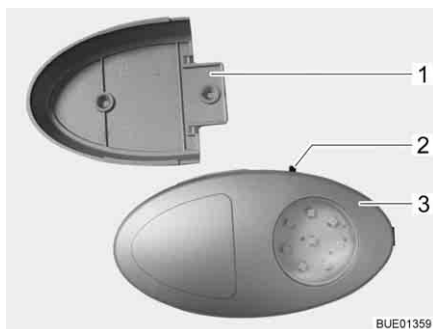

Fig. 61 Luz do roupeiro
- ▷ A luz do roupeiro pode ser retirada do suporte de atarraxar (Fig. 61,1) e usada como lanterna de mão.
O interruptor de ligar/desligar (Fig. 61,2) está instalado diretamente na luz do roupeiro (Fig. 61,3).